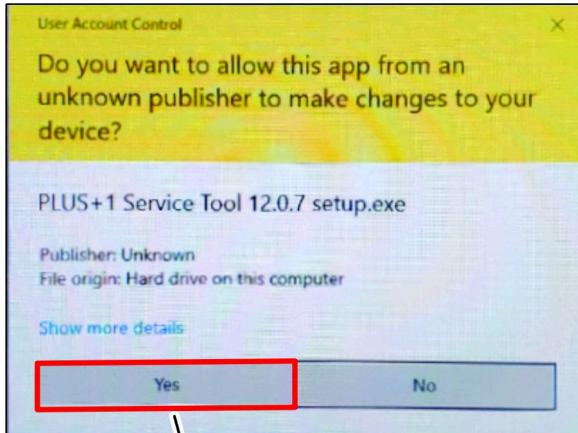

Figura 18
2. Si aparece el cuadro de diálogo Control de cuentas de usuario, haga clic en el botón Sí(Figura 18).